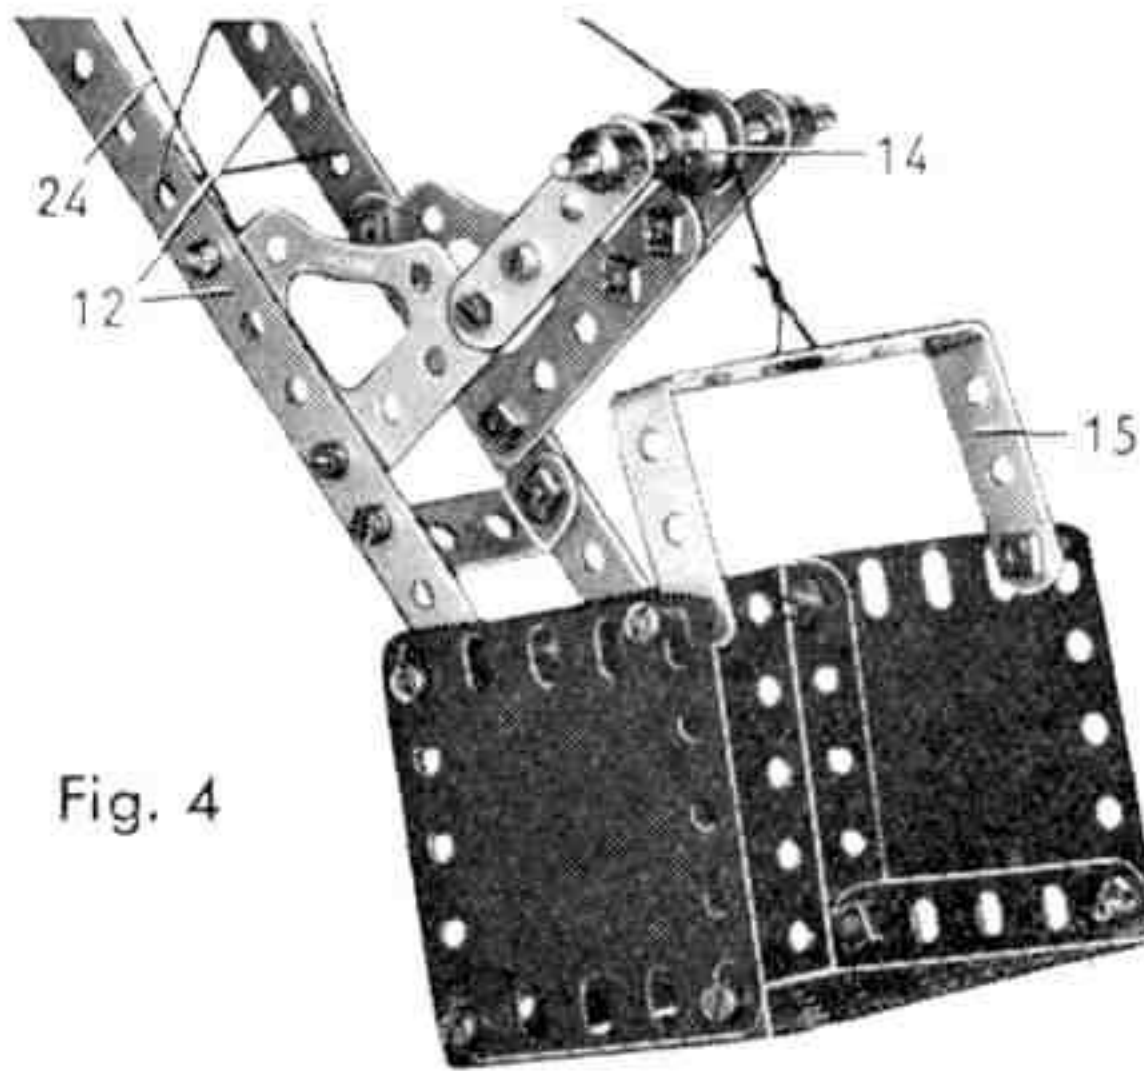

Fig. 4
Le fond et l'arrière de la pelle (fig. 4) sont formés par deux plaques à rebords de 9 × 6 cm. assemblées à angle droit. Les côtés sont des plaques flexibles de 6 × 6 cm. L'arrière de la pelle porte une bande coudée de 38 × 12 mm. Une tringle de 6 cm. tenue en place par des bagues d'arrêt passe dans les rebords de la bande coudée et dans l'extrémité des bandes (12). Une bande coudée de 75 × 38 mm. (15) est articulée entre les côtés de la benne par deux boulons de 12 mm. Ces boulons passent dans l'angle des plaques flexibles de 6 × 6 cm. et sont fixés dans la bande coudée par deux écrous.